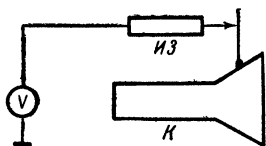

Рис. 14. Схема измерения ускоряющего напряжения.
**Л.** — Безусловно, но добавочное сопротивление получится очень громоздким. Кроме того, надо учесть, что ток через такой вольтметр будет очень значительным (одного порядка с током кинескопа 100 мка). Поэтому во избежание неверного показания при измерении следует уменьшать яркость экрана почти до нуля. Само собой разумеется, что такое опасное для жизни напряжение необходимо измерять с помощью хорошо изолированного измерительного зонда (рис. 14).